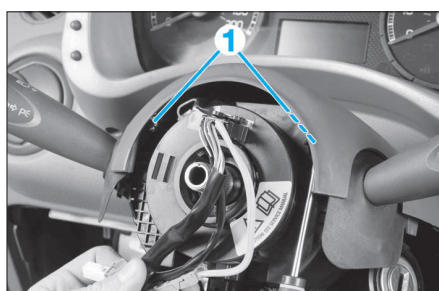

FIG. 33
- Déposer les vis de fixation (1) (Fig.33), puis déposer la coquille supérieure.